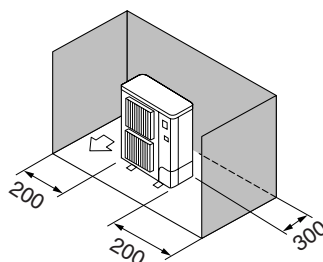

Fig. 2-4
- ③ Enbart hinder på baksidan och sidorna (Fig. 2-4)